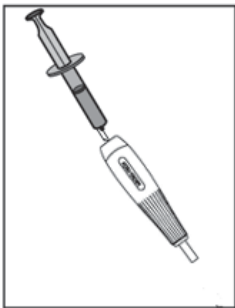
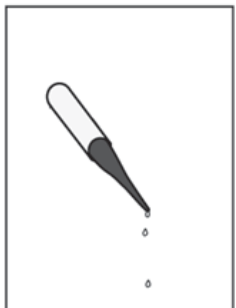

Abb. 3a
Abb. 3b
- Es ist ratsam, den Luer-Port oder den hinteren Handgriff (Führungsdrahtport) des Stentsystems mit einer 10cc-Spritze mit Kochsalzlösung zu spülen, um die Luft zu verdrängen. (Siehe Abb. 3a, 3c) Spülen Sie weiter, bis die Kochsalzlösung aus der distalen Katheterspitze austritt. (Siehe Abb. 3b, 3d).